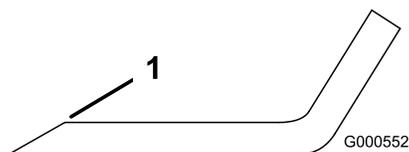

Figure 56
1. Au moyen d'une lime, aiguissez les tranchants à chaque bout de la lame (Figure 56).
Remarque: Si la lame est déséquilibrée, limez un peu l'extrémité de l'ailette seulement (Figure 56).